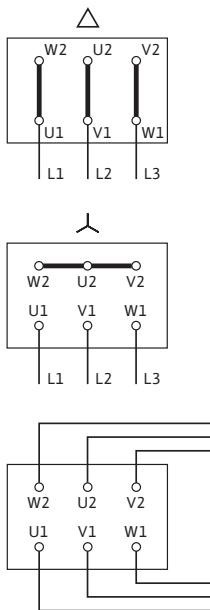

Fig. 17: Nätanslutning
Anslutningsschemat för elanslutningen finns på insidan av kopplingsboxlocket (se även Fig. 17).
- Nätanslutningen är beroende av motoreffekten  $P_2$ , nätspänningen och tillslagstypen. Den nödvändiga kopplingen av byglingarna i kopplingsboxen beskrivs i listan "Tab. 4: Anslutningsplintarnas användning" på sidan 17 samt i Fig. 17.